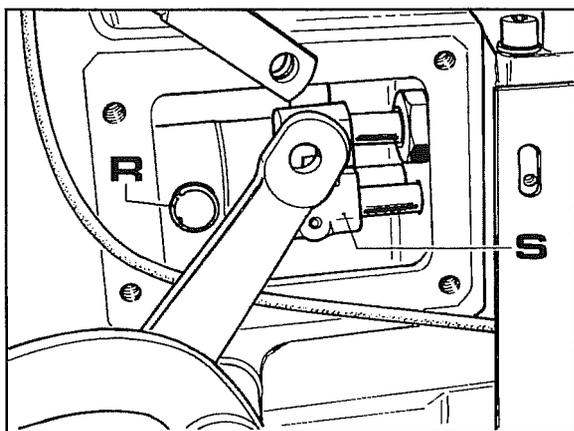

Fig. 8
- 2 Retirer le manchon **S** et enlever le ressort **R** du roulement de butée indiqués dans la fig. 8. Enlever le ressort sur le côté opposé.